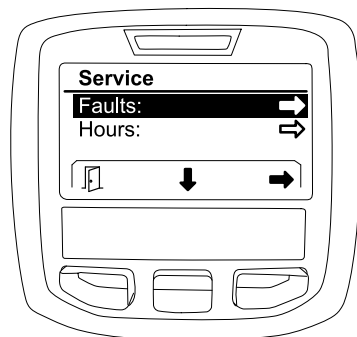

Figura 26
1. Folosiți butonul de selectare centru pentru a derula la opțiunea DEFECTE, apoi apăsați butonul de selectare dreapta pentru a accesa ecranul Defecte (Figura 26).